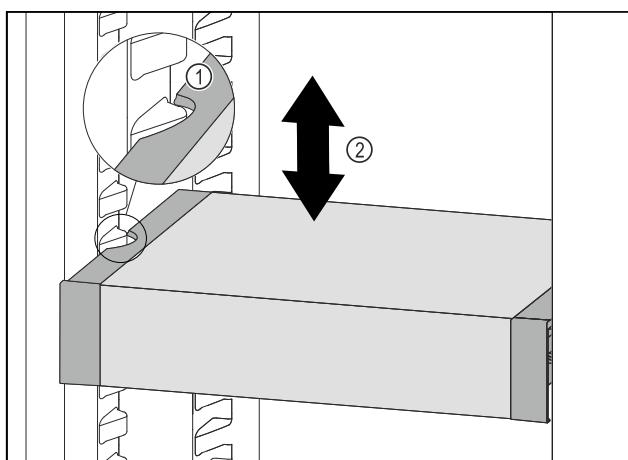

Fig. 67
- Потягнути VarioSafe вперед, поки бокові заглиблення VarioSafe не опиняться на рівні ребра для резервуара в охолоджувальному відділенні. Fig. 67 (1)
- Пересувайте VarioSafe вгору або вниз в охолоджувальному відділенні до тих пір, поки не досягнете бажаної висоти. Fig. 67 (2)